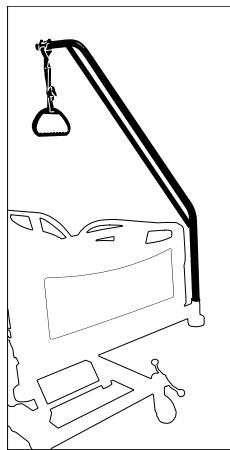

Figura 25 – Installazione dell'asta per il sollevamento
1. Inserire l'asta per il sollevamento in uno dei due manicotti per accessori (Figura 25).